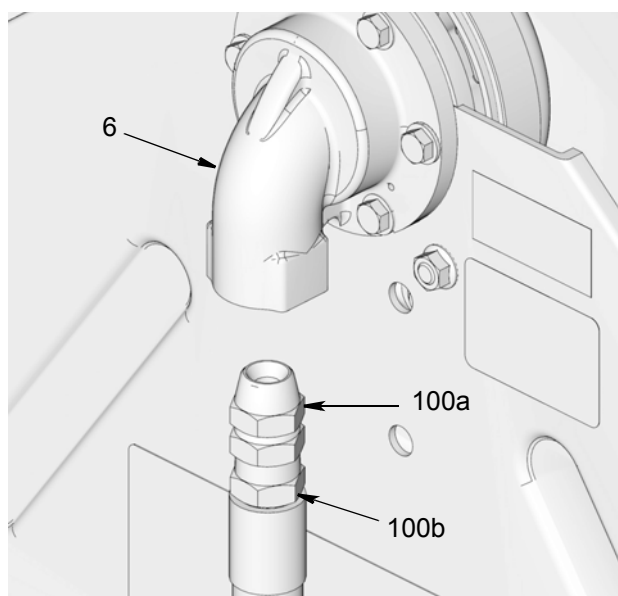

FIG. 4
2. Fixez l'adaptateur du raccord sur le flexible d'entrée (6) (FIG. 4).
3. Appliquez un joint d'étanchéité pour filetage de tuyau ou placez un ruban en PTFE autour des filetages (6) du flexible d'entrée (100b) (FIG. 4) (si nécessaire).
4. Fixez l'adaptateur du raccord (100a) sur le flexible d'entrée (100b) (FIG. 4). Utilisez une clé pour serrer le raccord.